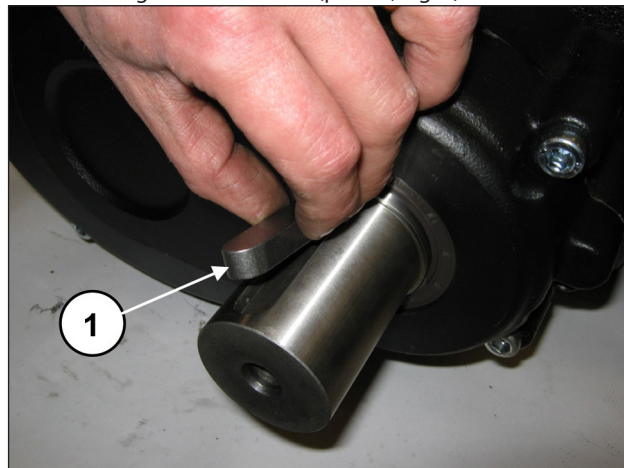

Fig. 3
Remova a linguetta o eixo PTO (pos. ①, Fig. 3).